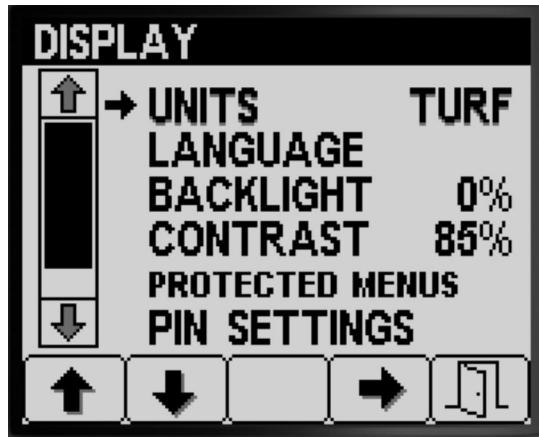

Bild 17
1. Drücken Sie Taste 1 oder 2, um auf die Option ME zu navigieren (Bild 17).
- Drücken Sie Taste 5, um die Einstellung zu speichern, den Bildschirm ME zu beenden und auf den Einstellungen-Bildschirm zu gehen (Bild 17).